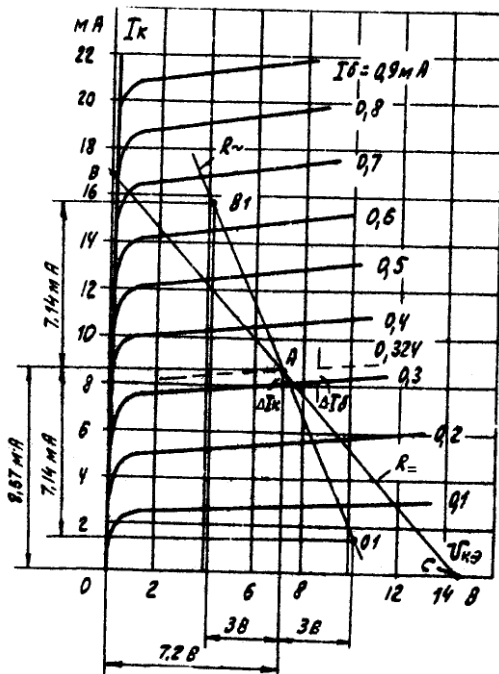
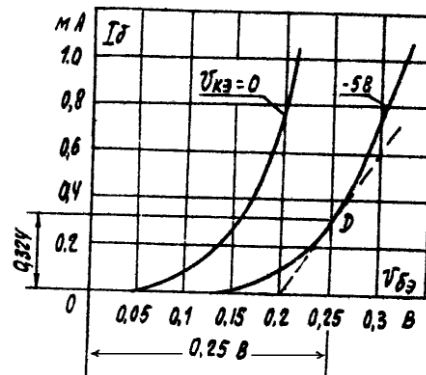

Рис. 9
Рис. 10
Графики выходных и входных характеристик транзистора МП14 даны на рис.9 и рис.10 соответственно, а его параметры - в табл.5.
5. На семействе выходных характеристик (рис.9) строим нагрузочную прямую BC по точкам (5):
6. По входной характеристике (рис.10) для $U_{кэ} = -5$ В при токе покоя базы $I_{ба} = 0,324$ мА определяем напряжение $U_{бэа} = 0,25$ В, а по наклону касательной в точке D - входное сопротивление транзистора (7):